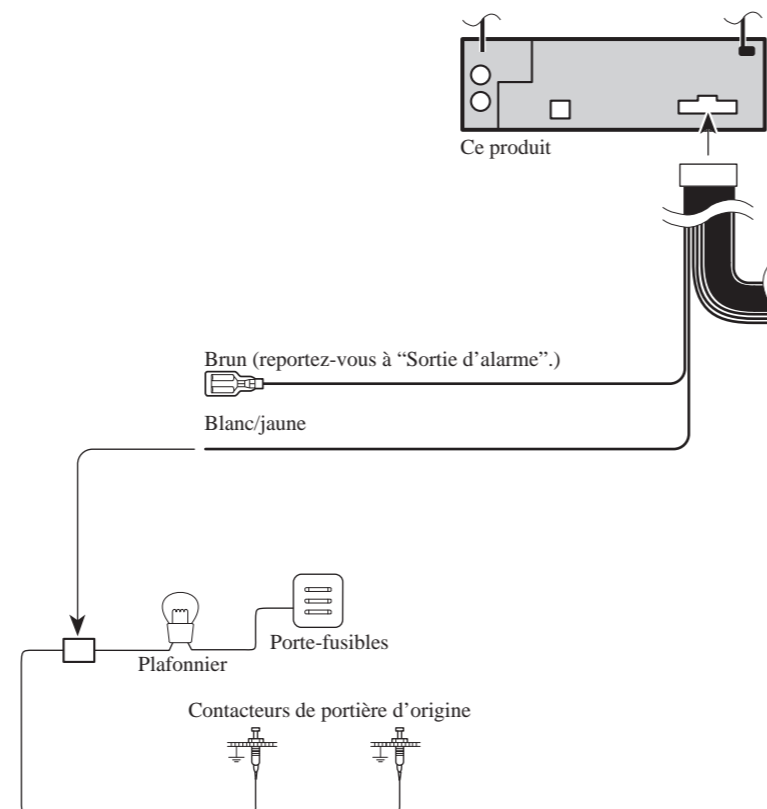

Fig. 4
■ **Blanc/jaune (Contacteur de portière, DOOR SWITCH) (Fig. 4 et 5)**